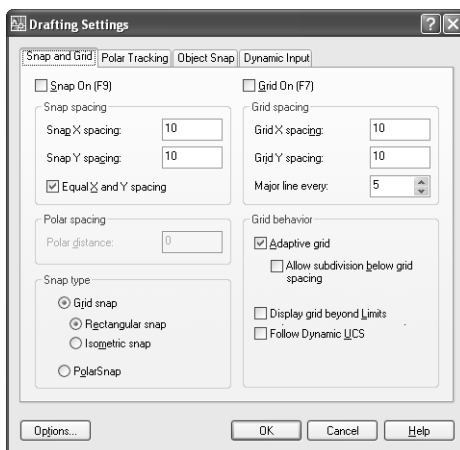

Рис. 1.24. Вкладка **Snap and Grid** диалогового окна **Drafting Settings**
2. Перейдите, если нужно, на вкладку **Snap and Grid** (Шаг и сетка) открывшегося диалогового окна **Drafting Settings** (Режимы рисования), изображенную на рис. 1.24.
2. Перейдите, если нужно, на вкладку **Snap and Grid** открывшегося диалогового окна **Drafting Settings** (см. рис. 1.24).
2. В группе **Snap type** (Тип привязки) выберите переключатель **Polar snap** (см. рис. 1.24).